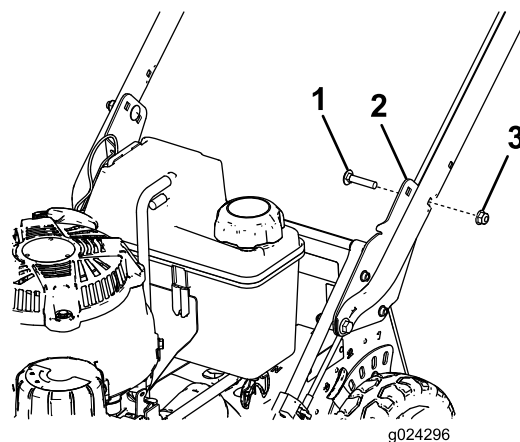

**Figura 4**
4. Sitúese detrás de la máquina en la posición normal de trabajo para determinar la altura del manillar que le sea más cómoda (Figura 4).